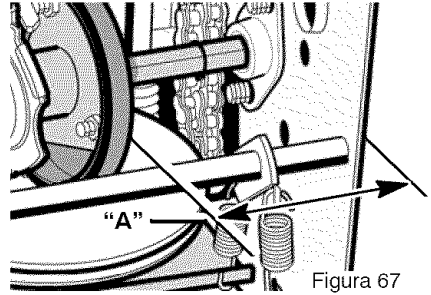

Figura 67
7. Fijese en la posición de la **rueda de fricción** (consulte la Figura 67). La distancia correcta "A" desde el lado derecho de la **rueda de fricción** hasta la parte exterior de la caja del motor es la siguiente:
3. Mueva la **rueda de fricción** a la posición correcta (Figura 67).